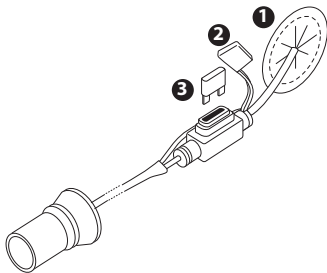

Figur 1: Opladning af batteriet
1. Sæt opladerens biladapterstik i batteripakkens indgang, der sidder i transporttaskens forlomme, jf. figur 1.